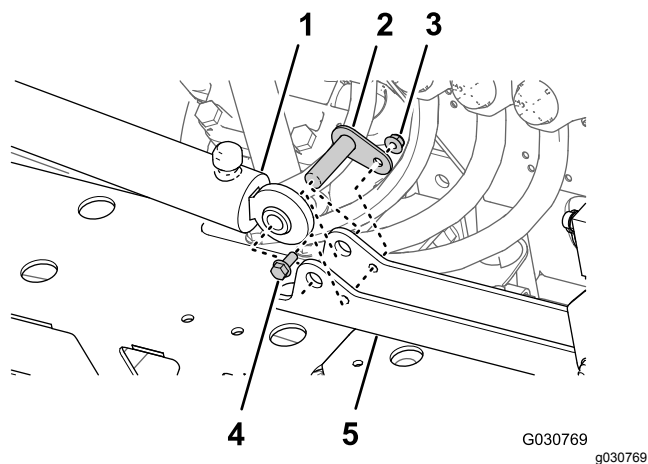

図 94
1. ステップ 4 昇降シリンダを取り外す (ページ 26) で取り外した昇降シリンダの固定側端部を、シリンダマウントの 16mm の穴にセットする 図 94。
2. シリンダをマウントに組み付けるピボットピン、フランジヘッドボルト、フランジナットを使用する 図 94。